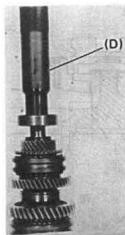
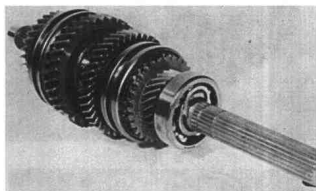

图 10-66
图 10-67
(9) 用轴承安装器 (D) 压入输出轴后轴承并将弹簧挡圈卡入输入轴的槽中 (图 10-66、图 10-67)。
(10) 装入三档齿轮轴承、三档齿轮、高速同步